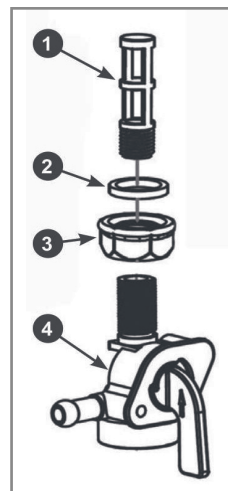

Рис. 15 Устройство топливного крана
В кране топливного бака установлен сетчатый фильтр 1 (Рис. 15). Рекомендуется не реже одного раза в течение 300 отработанных часов (или 1 раз в год) производить его очистку. Одновременно с очисткой топливного фильтра необходимо промыть и очистить топливный бак от грязи и конденсата.
7. Открутите контргайку 3 на 1-2 оборота (Рис. 15).
9. Выкрутите из корпуса 4 топливного крана сетчатый фильтр 1 (Рис. 15).